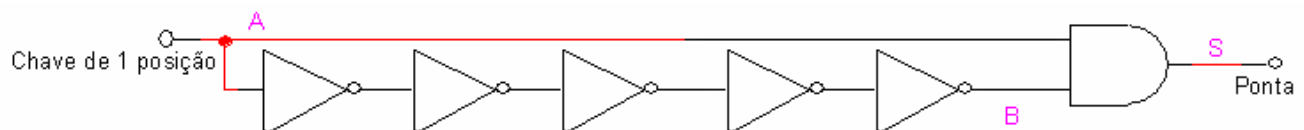

Figura 11 – Verificação do atraso de propagação
- 2.5. A finalidade deste item é investigar a existência dos atrasos de propagação em portas. Monte o circuito da **Figura 11**.